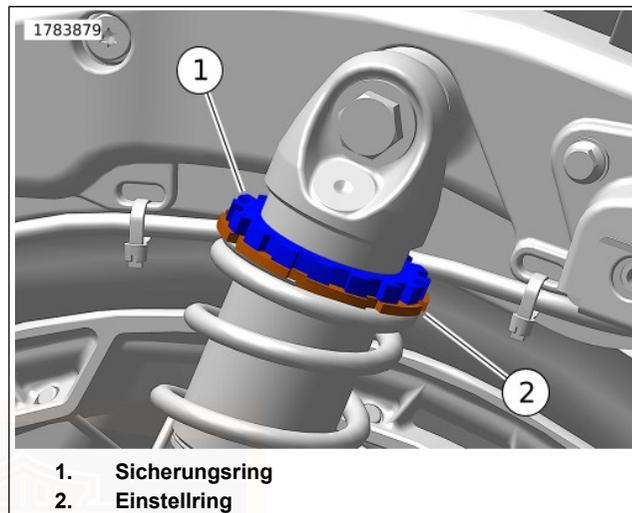

Abbildung 13. Einsteller mit Gewinde (rechter Stoßdämpfer)
5. Siehe Abbildung 13. Mit dem mitgelieferten Hakenschlüssel den Sicherungsring (1) am rechten Stoßdämpfer gegen den Uhrzeigersinn auf Minimum (MIN) drehen.
6. Den Einstellring (2) im Uhrzeigersinn drehen, bis der Abstand von der Oberseite des Einstellrings zur Unterseite des Sicherungsring (in mm) mit dem berechneten Vorspannungsabstand übereinstimmt, der in den Schritten 3-c und 4-d oben ermittelt wurde.